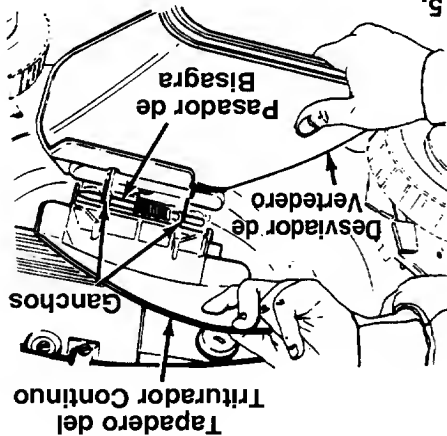

FIGURA 5.
- Para convertir su cortacésped de un triturador continuo a un cortacésped con descarga lateral, levante el tapadero del triturador. Vea la figura 5. Deslice los dos ganchos en el deflector de descarga lateral debajo del pasador de bisagra en el con junto del triturador de desperdicios de césped. Baje el tapadero del triturador de desperdicios de césped.